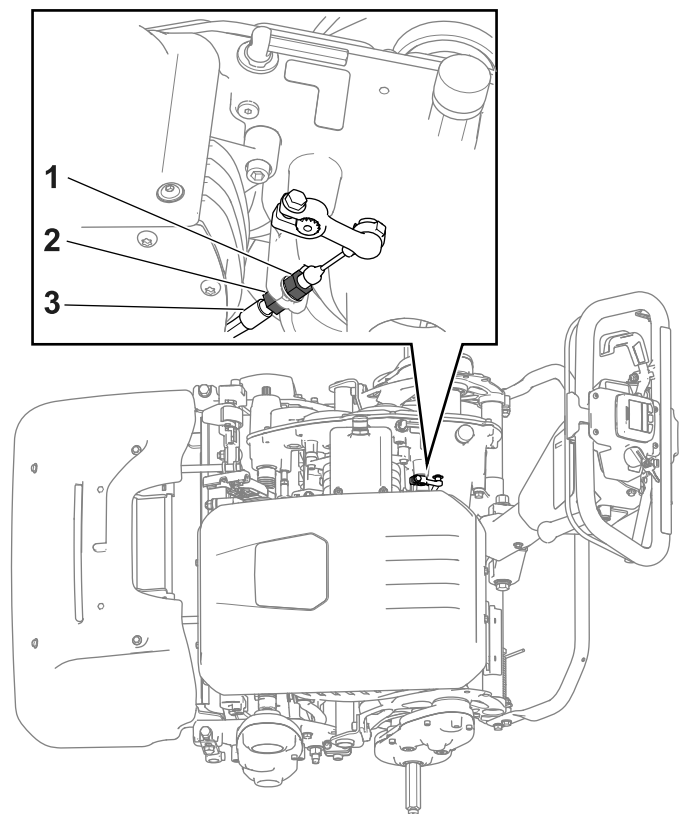

Figura 27
- Para aumentar la tensión del cable, afloje la tuerca autoblocante del cable delantero y apriete la tuerca autoblocante trasera (Figura 27). Repita el paso 2 y ajuste la tensión si es necesario.
apriete la tuerca autoblocante del cable delantero (Figura 27). Repita el paso 2 y ajuste la tensión si es necesario.